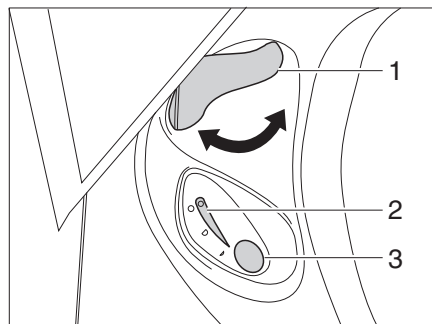

Bild 142 Bedieneinheit Thetford-Toilette
- Vor dem Spülen den Schieber der Thetford-Toilette öffnen. Dazu den Schieberhebel (Bild 142,1) entgegen dem Uhrzeigersinn drehen.
- Zum Spülen den blauen Spülknopf (Bild 142,3) drücken.
- Nach dem Spülen den Schieber schließen. Dazu den Schieberhebel (Bild 142,1) im Uhrzeigersinn drehen.
Die Kontroll-Leuchte (Bild 142,2) leuchtet, wenn die Thetford-Kassette entleert werden muss.
- Den Schieberhebel (Bild 142,1) im Uhrzeigersinn drehen. Der Schieber wird geschlossen. Zum Entleeren **muss** in der Thetford-Toilette der Schieber geschlossen sein.